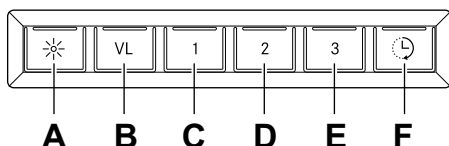

Fig. 1
1. Åpne programmering: Hold inne knappene A og B i tre sekunder til begge blinker tre ganger, se Fig. 1. Programmeringsmodus er da aktiv i 30 sekunder.
3. Lagre programmering: Hold inne knappene A og B i tre sekunder, se Fig. 1. Knapp A og B blinker to ganger for å bekrefte at programmeringen er lagret.